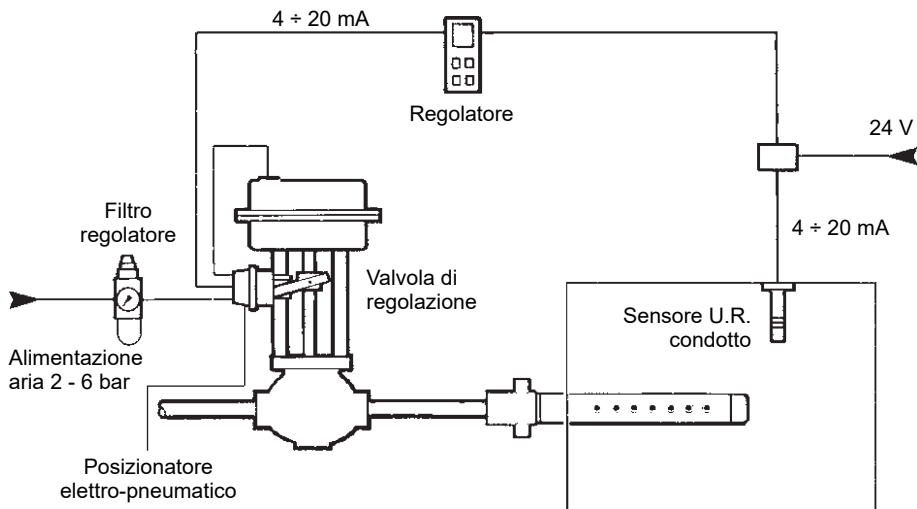

Fig. 20 - Sistema tipico di regolazione con valvola pneumatica e posizionario
- 3.13.4 La Fig. 20 mostra un sistema di controllo tipico che prevede un regolatore elettronico di umidità ed un posizionario elettro-pneumatico per l'attuazione della valvola di controllo.